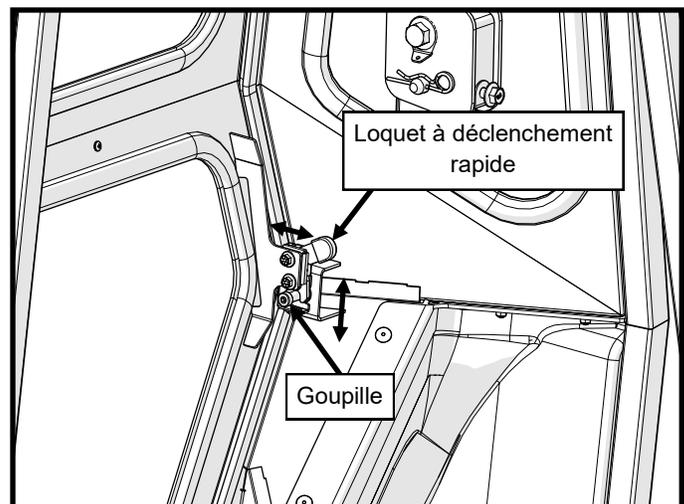
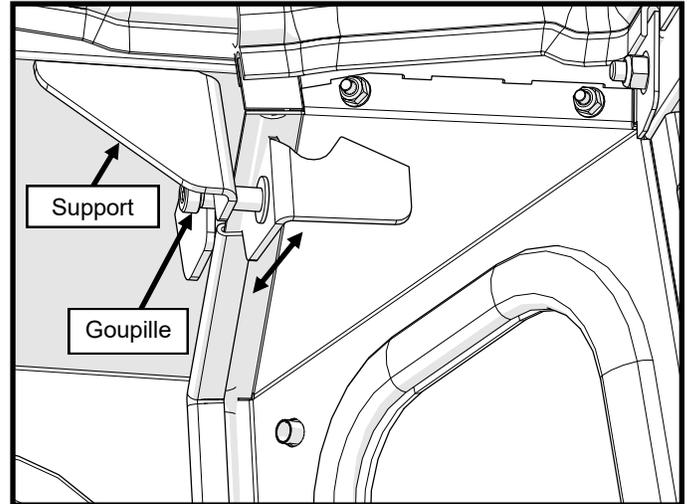

Figure 38b : Alignement du panneau arrière, ajuste-
Figure 38c : Alignement du panneau arrière, ajustement de la goupille supérieure
Les loquets à déclenchement rapide sont complètement verrouillés après (2) déclics audibles. Depuis l'extérieur, enfoncez le panneau arrière à ces emplacements afin de double-cliquer les loquets. Si vous ne parvenez pas à verrouiller complètement le panneau arrière, commencez par ajuster le loquet à déclenchement rapide comme illustré à la figure 38b. Si vous n'êtes toujours pas en mesure de verrouiller correctement le panneau arrière, ajustez les goupilles des pieds arrière. Notez que l'ajustement de la goupille inférieure est vertical (figure 38b) et que l'ajustement de la goupille supérieure (figure 38c illustrée à la page suivante) est horizontal.